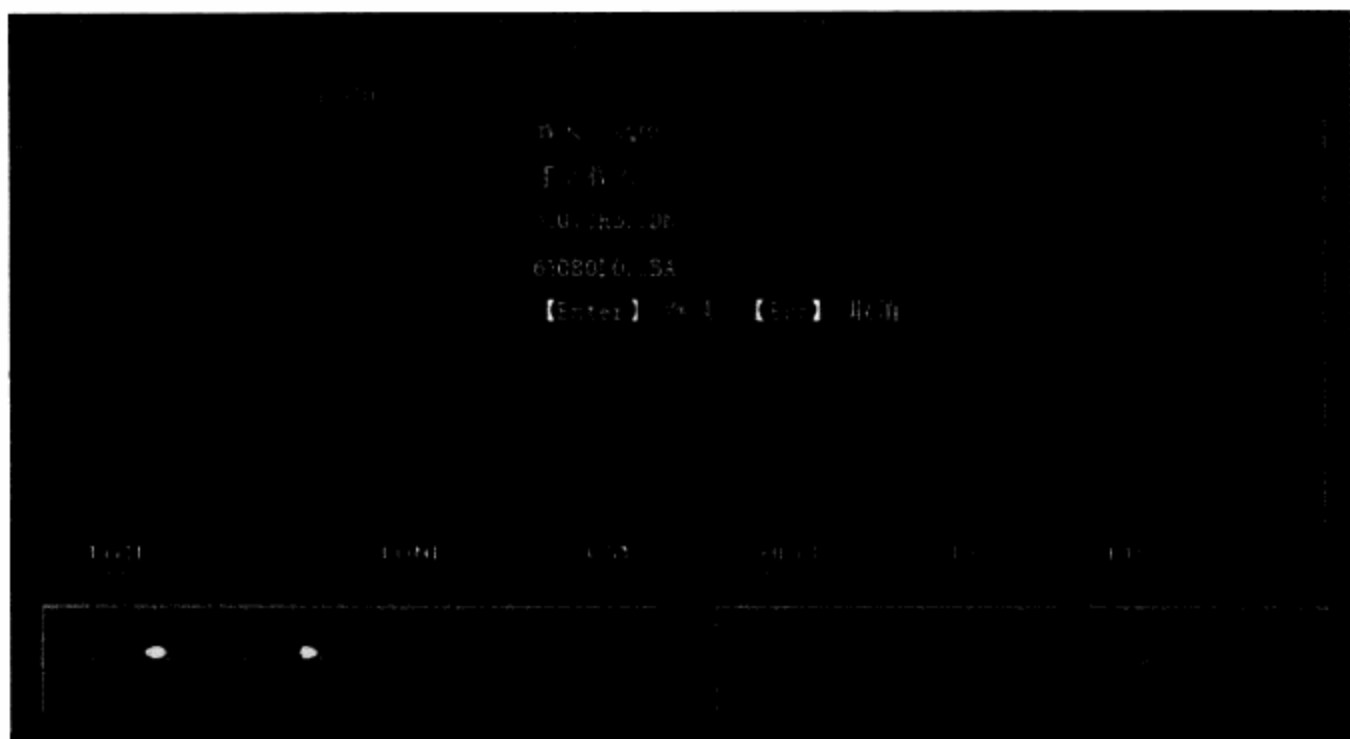

图11-2 选择项目
**步骤 04** 进入RIGEL菜单，屏幕上弹出窗口。如图11-2所示。
下面是图11-2的简单翻译。